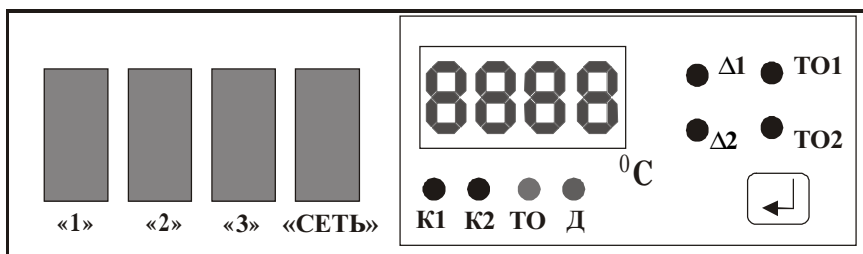

рис. 2. Пульт управления
8. При включении тумблера «Сеть» загорается цифровая шкала прибора терморегулятора «ТЕРМ-02А» (рис.2). Прибор отображает выбранный для просмотра (установки) параметр на 4-х разрядном светодиодном цифровом индикаторе, расположенном на лицевой панели прибора (рис. 2). Для контроля на цифровой индикатор по каждому из каналов (регулировка температуры в камере и температуры ножа) может быть вызван один из двух параметров: среднее значение диапазона регулирования температуры Т0 и полуинтервал диапазона регулирования «Д» (рис.2). После
1. Выключить тумблеры «2», «3» (см. рис. 2).